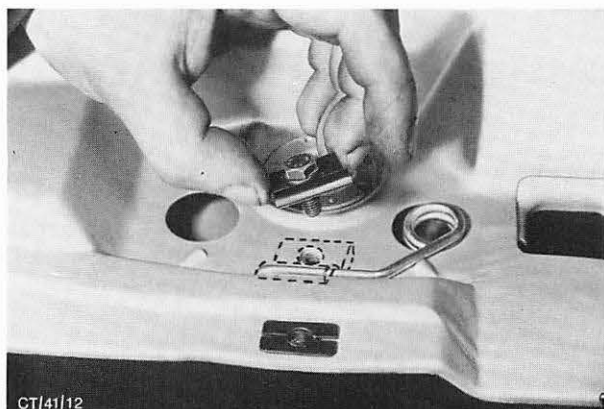
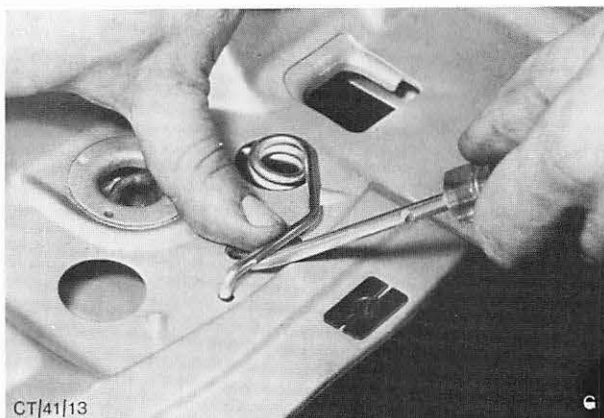

Abb. 44 Klemmplatte – Schenkelfeder abbauen (Einbaulage der Klemmplatte durch gestrichelte Linie verdeutlicht)
Abb. 45 Lösen des Federschenkels vom Sitz im Querträger
2. Klemmplatte der Haubenschloß-Schenkelfeder abbauen, Abb. 44, Schenkel der Feder aus der Führungsbohrung lösen und Feder wie erforderlich bewegen, um den Haubenzug auszuhängen. Abb. 45.